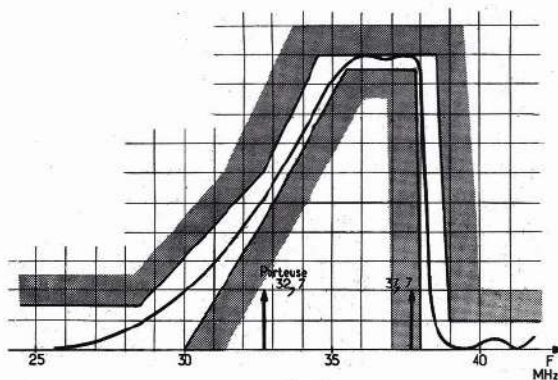

Fig. 5
- Régler dans l'ordre pour obtenir la courbe (fig. 5).